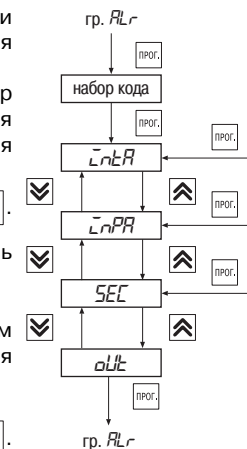

Рис. 19
6.2.2.6. **Группа «ALr»** предназначена для установки параметров защитного отключения (рис.19). Код доступа для этой группы «_44».